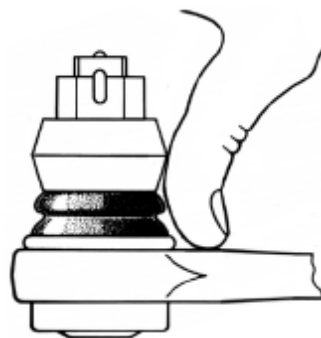

Рис. 11.4 Определение люфта в шарнирах рулевых тяг
1. Люфт, обусловленный износом сферических поверхностей шарового пальца и вкладышей. Этот вид люфта можно выявить при энергичном качании руками рулевой тяги вдоль оси шарового пальца (с усилием около 250 Н (25 кгс), приложив палец руки к тяге или шарниру и бобышке рычага, как показано на рис. 11.4). В случае ощущения указанного люфта необходимо заменить шарнир в сборе.